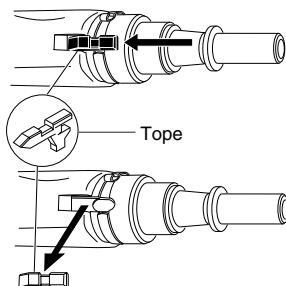

Figura 2 - Retiro del tope
2. Empuje el tope hacia atrás de la herramienta y retírelo (vea la Figura 2).